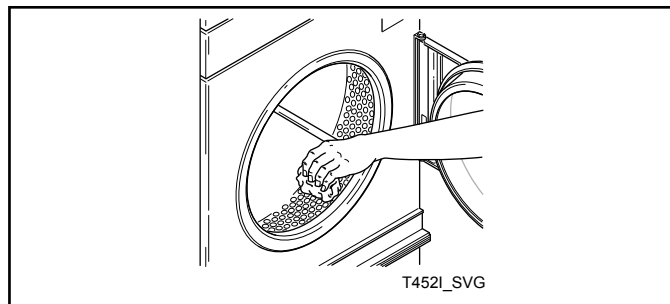

図 13
10. 万能クリーナーまたは希釈した洗浄液などでシリンダーを拭いてください。図 13 を参照。